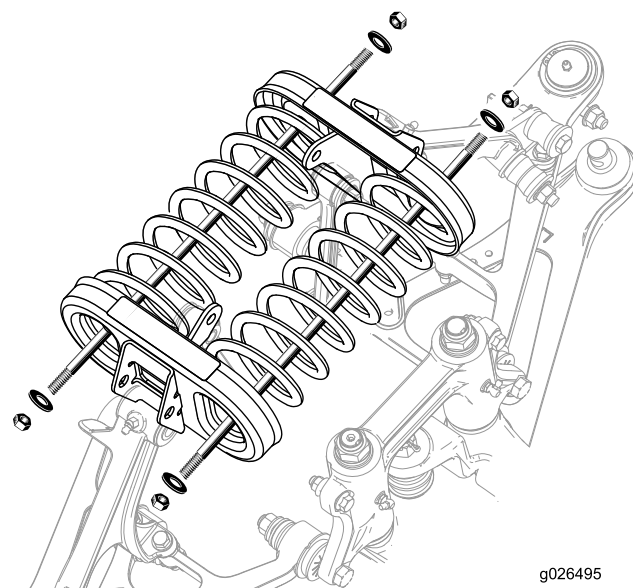

Figura 19
3. Instale as porcas e anilhas em ambas as extremidades da haste (Figura 19).